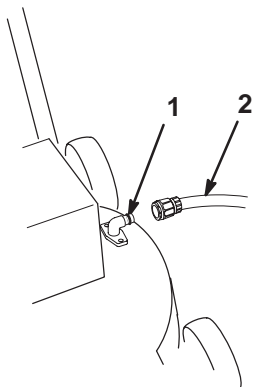

Bild 22
3. Bringen Sie die Kupplung am Spülanschluss des Rasenmähers an (Bild 22).